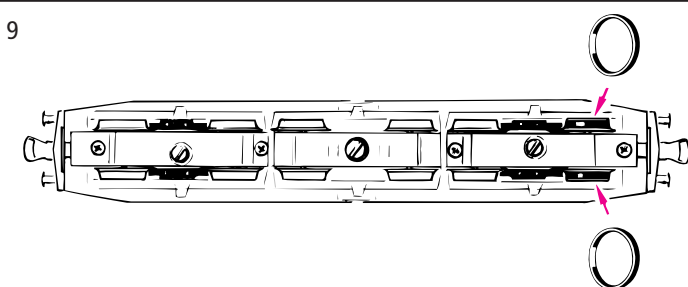

Fig. 7
2. Schmierung: Versehen Sie die im Schmierplan in Fig. 7 gekennzeichneten Stellen mit nur **kleinen Öltropfen**. Dazu zuerst das Lokgehäuse abnehmen (Fig. 3). Wir empfehlen den **ROCO-Öler** Art. Nr. **10906**. Zur Schmierung der Getriebeteile (Zahnräder, Schnecke Fig. 6) empfehlen wir das **ROCO-Spezialfett 10905**. Im Falle der Schmierung diese Teile bitte nicht ölen.
aux endroits indiqués par le plan de graissage (fig. 7) après avoir démonté le couvercle du carter des engrenages (fig. 3). Nous vous recommandons le **graisseur à huile ROCO réf. 10906**. Pour graisser les engrenages (roues dentées, vis sans fin - fig. 6) nous vous conseillons la **graisse spéciale Roco ref. 10905** pour engrenages en matières synthétiques. Lorsque vous utilisez cette graisse il faut éviter d'huiler ces composants.
2. Lubrificazione: Mettere delle piccole gocce d'olio nei punti indicati sullo schema di lubrificazione (fig. 7). A tal fine per prima cosa rimuovere la carrozzeria della locomotiva (fig. 3). Vi consigliamo l'oliatore Roco Art. nr. 10906. Per la lubrificazione delle parti del meccanismo (ruote dentate, vite senza fine, figura 6) consigliamo il grasso speciale Roco 10905. In caso di lubrificazione si prega di non oliare queste parti.